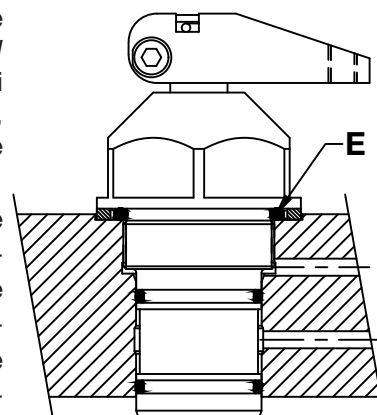

Figura 8
Prima di montare il cilindro nella cavità, lubrificarne gli O-ring esterni. Inserire con cautela il cilindro finché l'anello metallico (E) non tocca la sede di dimensioni maggiorate, come illustrato nella figura 8. Serrare il tubo del cilindro nella piastra di montaggio servendosi della parte esagonale superiore del cilindro stesso, non del braccio di serraggio. Le coppie di serraggio sono indicate nella tabella seguente.